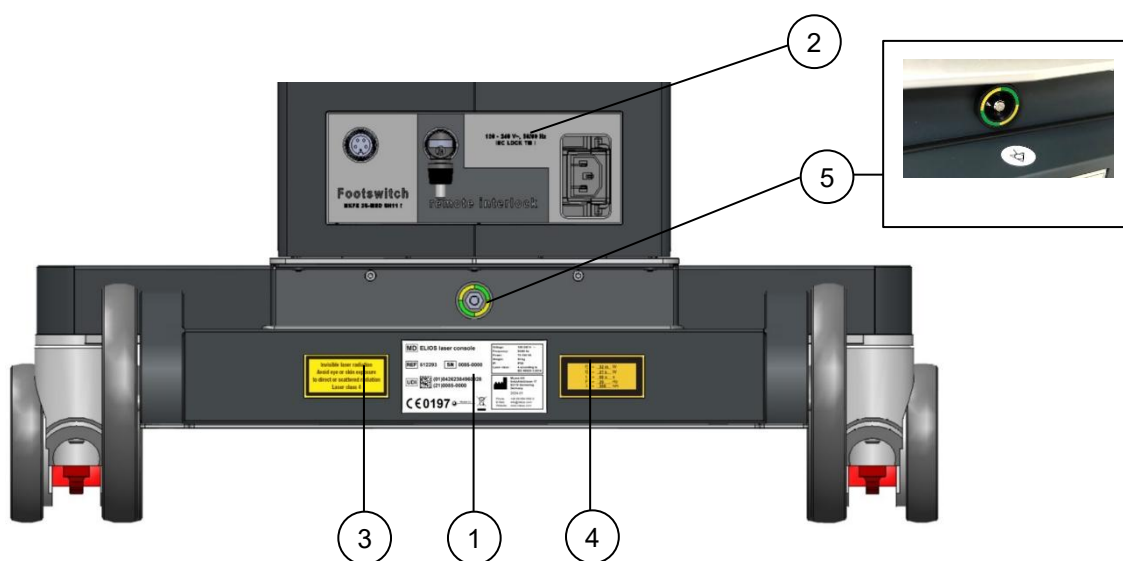

Fig. 2-1: Vista traseira
1.	<p>A placa de identificação está localizada na parte de trás do laser (ver Fig. 2-1).</p> <p>Os símbolos utilizados significam:</p> <p>MD Dispositivo médico</p> <p>REF Número de catálogo</p> <p>SN Número de série</p> <p>UDI Identificador único do dispositivo</p> <p> Corrente alterna</p> <p>IP Classe de proteção IP</p> <p> Fabricante e data de fabrico (AAAA-MM)</p> <p>CE 0197 Marcação CE de conformidade com o número do Organismo Notificado</p> <p> ver 6</p> <p> instruções de utilização eletrónicas disponíveis</p>
A etiqueta está localizada na parte de trás do laser (ver Fig. 2-1).
3.	A consola laser ELIOS gera radiação laser de classe 4. Nem os olhos nem a pele devem ser expostos a esta radiação invisível. A etiqueta está localizada na parte de trás do laser (ver Fig. 2-1).
4.	A informação de saída da radiação laser é especificada na etiqueta ilustrada. A etiqueta está localizada na parte de trás do laser (ver Fig. 2-1).
5.	Conetor para equipotencialização elétrica. A etiqueta está localizada na parte de trás do laser (ver Fig. 2-1).